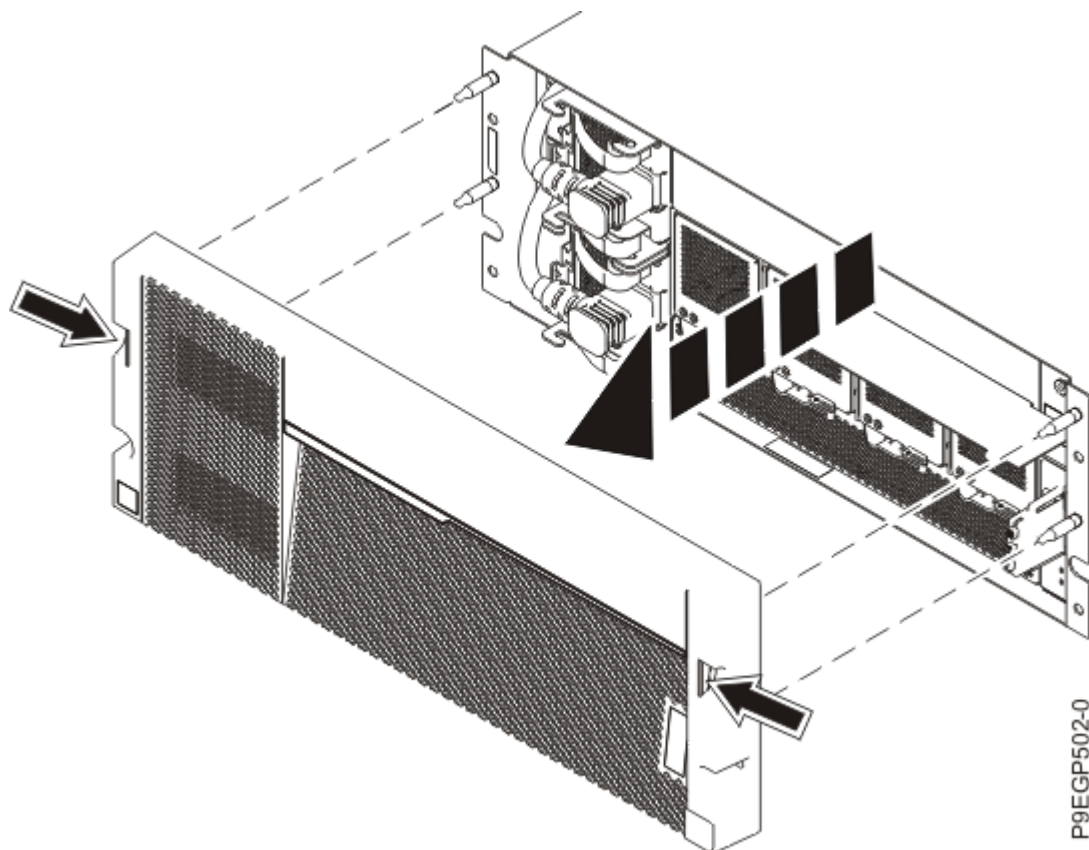

Figura 8. Scoaterea capacului și a cardului de informații de service
- b. Utilizând cele două puncte de atingere albastre pe fiecare laterală a sertarului, trageți capacul direct afară pentru a-l înlătura din fața sertarului, așa cum se arată în Figura 8 la pagina 12.